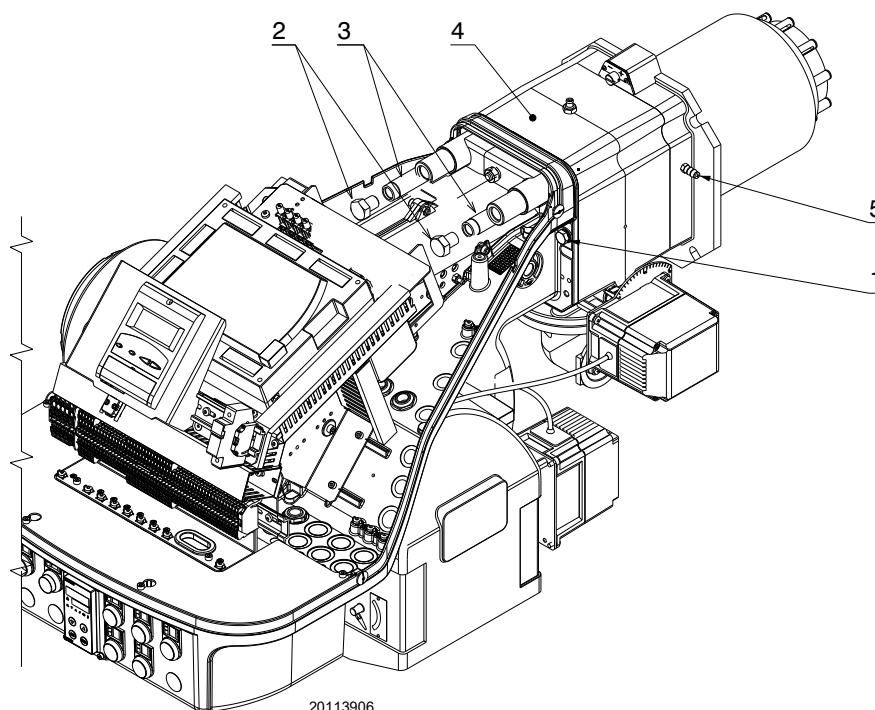

Fig. 20
- introduceți cablul sondei și cablul electrodului și apoi glesați arzătorul până la manșon, arzător în poziția ilustrată de Fig. 20;